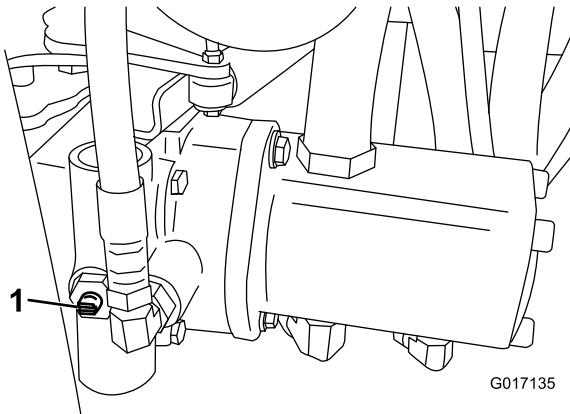

Figura 27
1. Localize a válvula de derivação na bomba e rode-a de forma a que a ranhura fique na vertical (Figura 27).
2. Antes de ligar o motor, feche a válvula de derivação rodando-a de forma a que a ranhura fique na horizontal (Figura 27). Não ligue o motor quando a válvula se encontrar aberta.